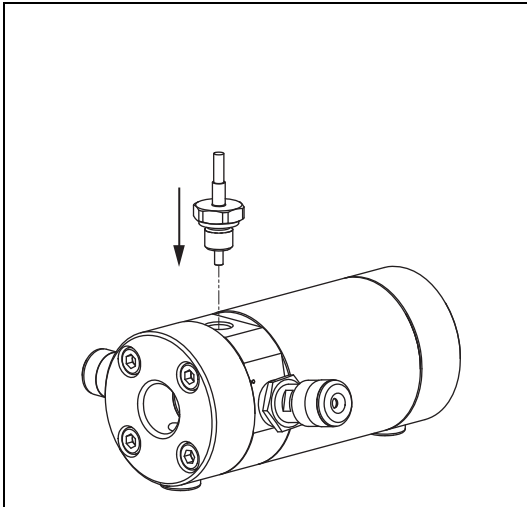
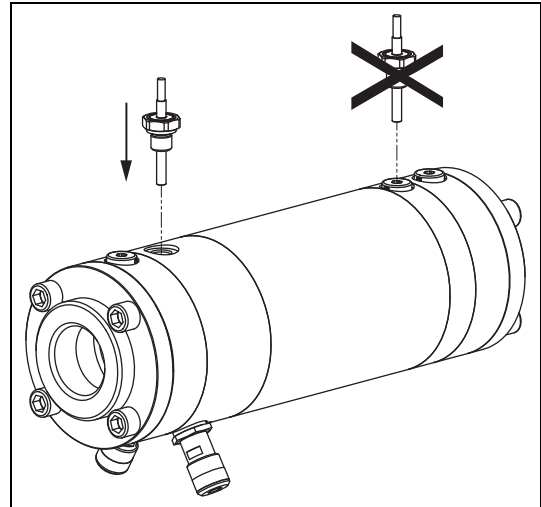

Abb. 7 Einbauort EET (z.B. OMC 20)
Abb. 8 Einbauort EET (z.B. OMC 52)
- ▶ Richtigen Einbauort wählen, siehe Abb. 7, Seite 15 und siehe Abb. 8, Seite 15.